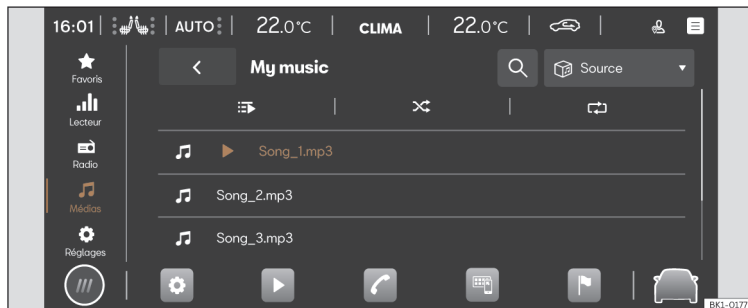

Fig. 164 Représentation schématique : Vue Multimédia.
- Appuyez sur **HOME** > ► > 🎵 >>> **fig. 164**.